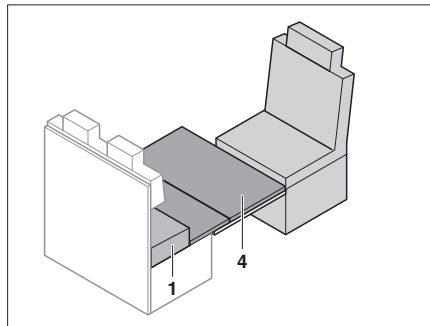

Bild 194 Notbettunterlage auflegen
- Notbettunterlage (Bild 194,4) auf den Tisch legen. Die vordere Kante der Notbettunterlage dabei direkt an den Fahrersitz anlegen.